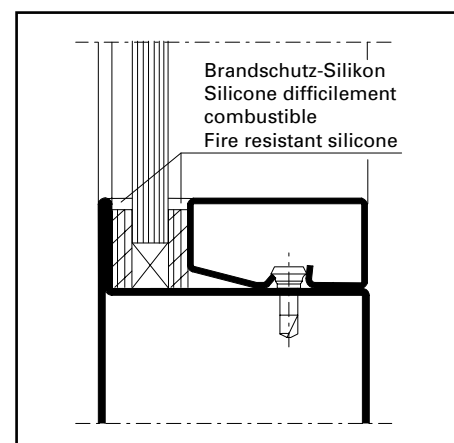

Abb. 16 / Fig. 16 / Fig. 16
3. Dichtungsband auf Glasleisten kleben und Glasleisten aufklipsen (Abb. 16)
4. Abdichtung der Glasfugen innen und aussen mit Brandschutz-Silikon (Abb. 16)
3. Coller la bande d'étanchéité sur les parclozes et clipser les parclozes (fig. 16)
4. Etanchéité des joints du verre réalisée avec silicone difficilement combustible (fig. 16)
3. Stick the distance strip to the glazing bead and clip the glazing bead in place (fig. 16)
4. Seal the glazing joints with fire-resistant silicone (fig. 16)